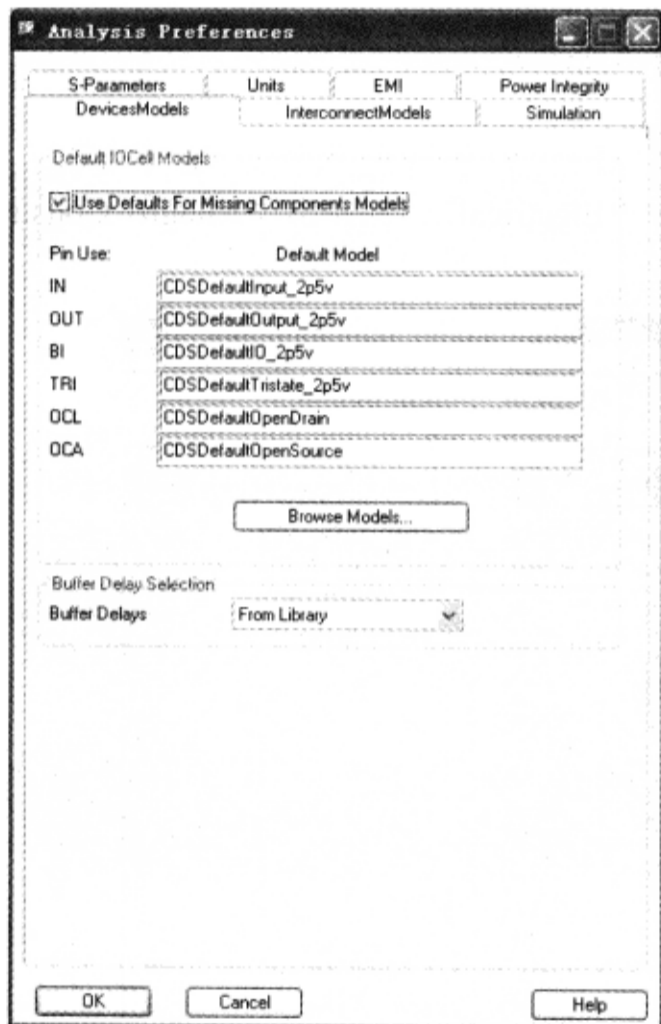

图 3-8-1 “Analysis Preferences” 对话框
(1) 打开 D:\physical\PCB\_ver1 目录下的 hidesign3.brd，执行菜单命令“Analyze”→“SI/EMI Sim”→“Preferences”，弹出“Analysis Preferences”对话框，如图 3-8-1 所示。